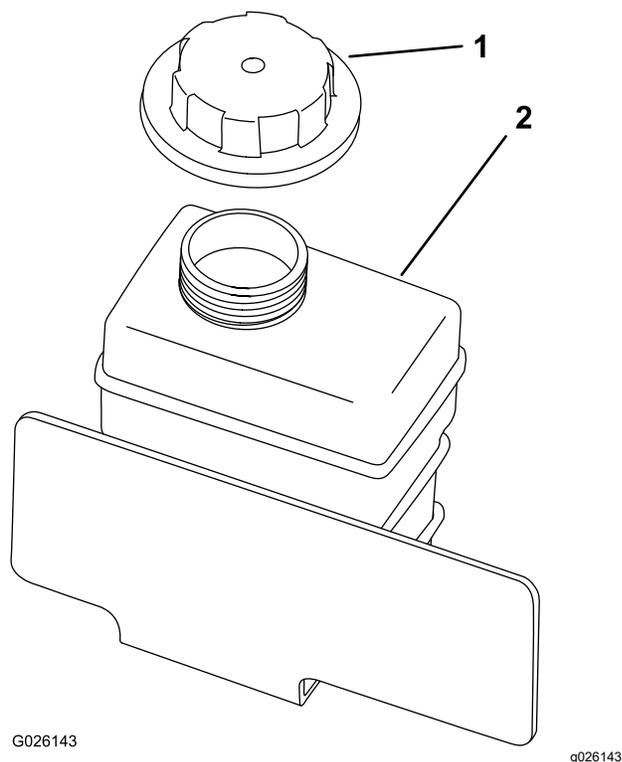

Рисунок 51
4. Проверьте уровень охлаждающей жидкости в расширительном бачке (Рисунок 51).